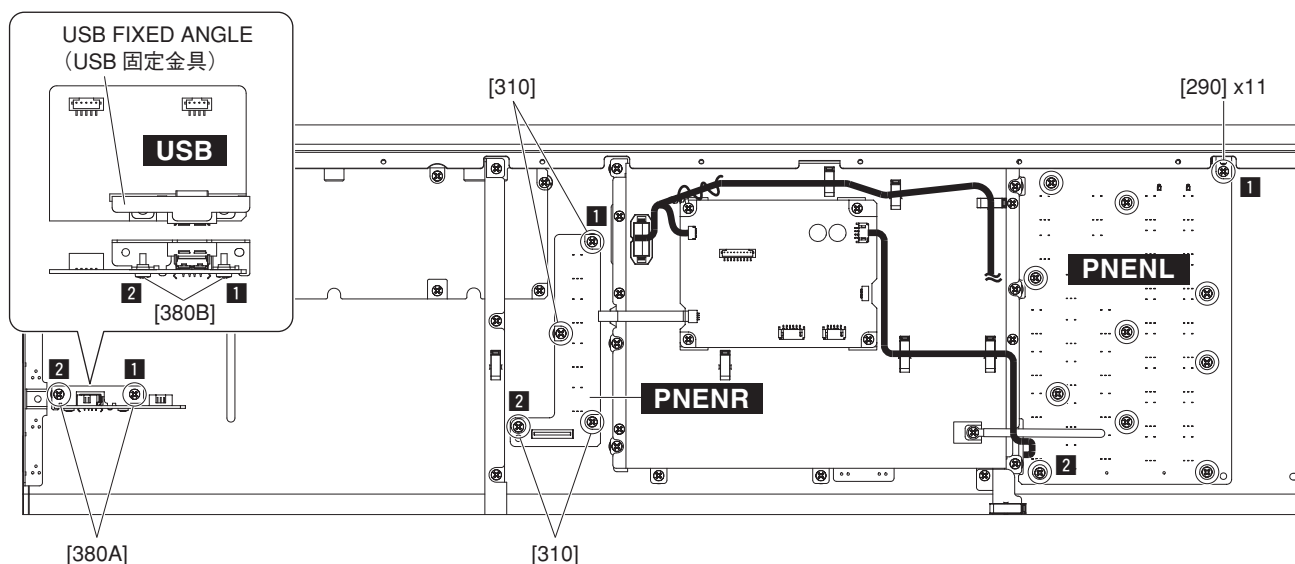

Fig. 8 (図 8)
PNENR circuit board can then be removed. (Fig. 8)
* **When installing the PNENR circuit board, tighten the screws **1** and **2** shown in fig. 8 in numerical order and then tighten the other screws.**
- B-4-3. [310] のネジ 4 本を外して、PNENR シートを外します。(図 8)
- ※ PNENR シートを取り付ける際は、図 8 に示す **1**、**2** の順にネジを締めてから他のネジを締めてください。
- B-5-3. Remove the eleven (11) screws marked [290]. The PNENL added button can then be removed. (Fig. 8)
- * **When installing the PNENL added button, tighten the screws 1 and 2 shown in fig. 8 in numerical order and then tighten the other screws.**
- B-6-2. Remove the two (2) screws marked [380A]. The USB circuit board can then be removed. (Fig. 8)
- * **When installing the USB circuit board, tighten the screws 1 and 2 shown in fig. 8 in numerical order.**
- B-6-3. Remove the two (2) screws marked [380B]. The USB circuit board and USB fixed angle can then be separated. (Fig. 8)
- * **When installing the USB fixed angle, tighten the screws 1 and 2 shown in fig. 8 in numerical order.**
- B-5-3. [290] のネジ 11 本を外して、PNENL ボタン付を外します。(図 8)
- ※ **PNENL ボタン付を取り付ける際は、図 8 に示す 1、2 の順にネジを締めてから他のネジを締めてください。**
- B-6-2. [380A] のネジ 2 本を外して、USB シートを外します。(図 8)
- ※ **USB シートを取り付ける際は、図 8 に示す 1、2 の順にネジを締めてください。**
- B-6-3. [380B] のネジ 2 本を外して、USB シートから USB 固定金具を外します。(図 8)
- ※ **USB 固定金具を取り付ける際は、図 8 に示す 1、2 の順にネジを締めてください。**